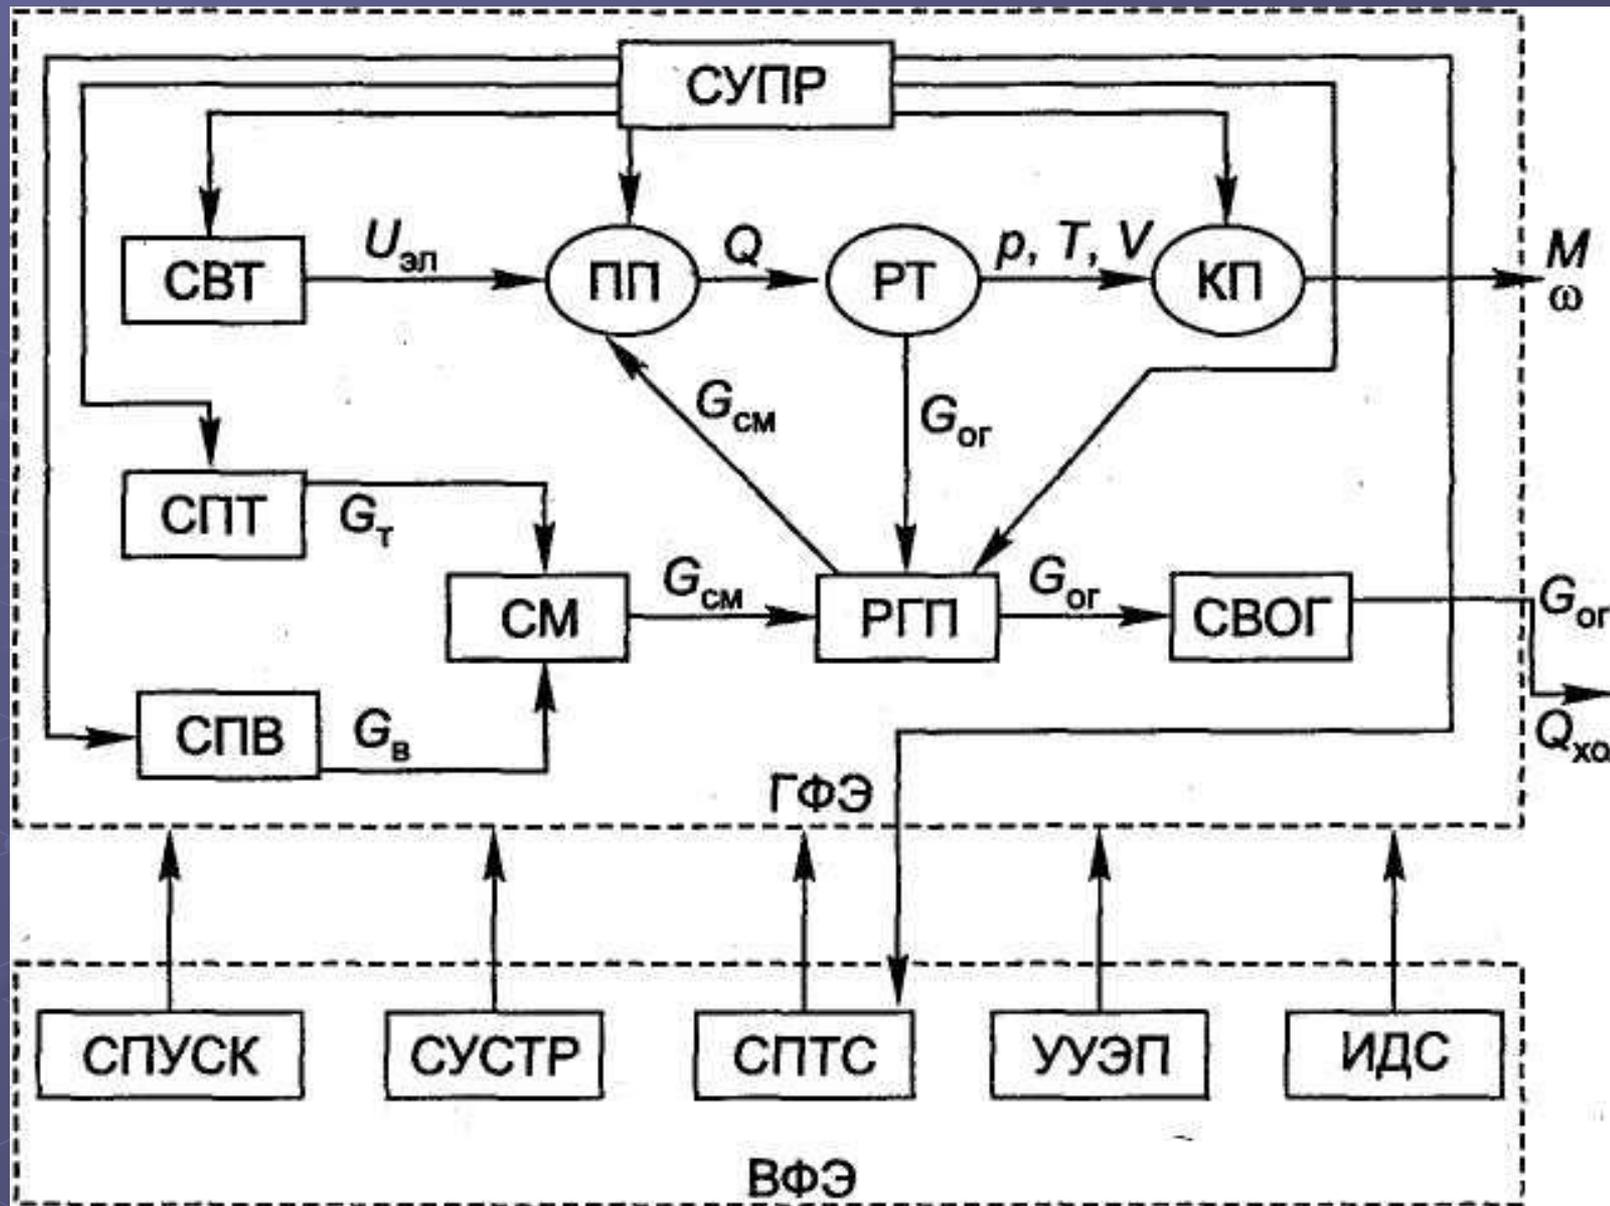

Рис. 4. Функциональная схема силовой установки на расширенном макроуровне (бензиновый карбюраторный двигатель)
- Для того чтобы функциональный модуль «Тепловой преобразователь энергии» (т.е. собственно двигатель) выполнял свое назначение по генерированию механической энергии и обеспечивал на всех режимах работы оптимальные мощностные, экономические и экологические показатели, его надо оснастить дополнительными функциональными устройствами. ФМ «ТПРЭ» и эти дополнительные функциональные устройства по сути уже составляют силовую установку. Функциональная схема силовой установки на расширенном макроуровне, представляющая бензиновый карбюраторный двигатель, дана на рис. 4. Представленные на этом рисунке функциональные элементы по значимости влияния на выполнение технической функции двигателя разделены на главные (ГФЭ) и вспомогательные (ВФЭ) функциональные элементы.
- Приведенная на рисунке схема показывает, что силовая установка представляет систему функциональных элементов, взаимодействующих между собой. Синхронизация работы функциональных элементов и обеспечение качественных показателей характеристик двигателя связаны с законами управления функционированием двигателя. Поэтому обобщенная функциональная схема теплового двигателя должна включать элементы, выполняющие функции управления. Эти элементы составляют систему управления (СУПР). Управляющие воздействия показаны на рис. 4 стрелками, проведенными от СУПР к соответствующим функциональным элементам. В современном бензиновом двигателе система управления выполняет как главные функции — своевременную подачу напряжения $U_{эл}$ на свечу зажигания в камере сгорания, своевременное открытие и закрытие клапанов механизма распределения газовых потоков (РГП), так и некоторые вспомогательные функции. К последним относятся регулирование температурного состояния двигателя, управление длиной впускного трубопровода и рециркуляцией отработанных газов, регулирование степени сжатия или отключения некоторых цилиндров кривошипно-шатунного механизма.